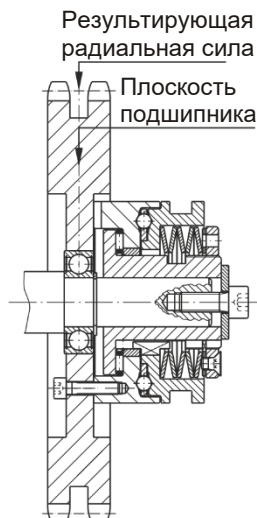

Рис. 5
- ❑ Результирующее радиальное усилие на приводной элемент должно лежать в плоскости подшипника, чтобы избежать перекоса приводного элемента и, следовательно, нажимного фланца (2) (Рис.5).